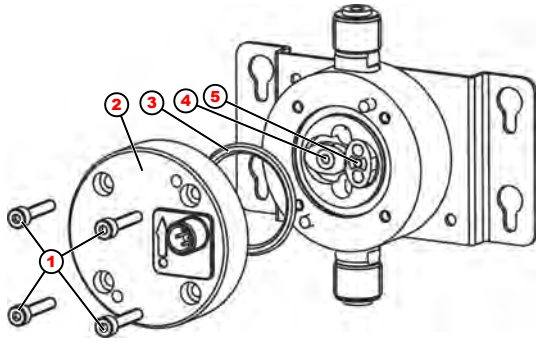

Abb. 5: Wartung
1. Am Ovalradzähler die 4 Schrauben (Abb. 5, Pos. 1) herausdrehen.
2. Deckel (Abb. 5, Pos. 2) abnehmen.
3. Die beiden Ovalräder (Abb. 5, Pos. 4 + Pos. 5) entfernen und reinigen oder ersetzen.
*Es wird empfohlen grundsätzlich die O-Ring-Dichtung (Abb. 5, Pos. 3) zwischen Deckel und Gehäuse zu erneuern.*